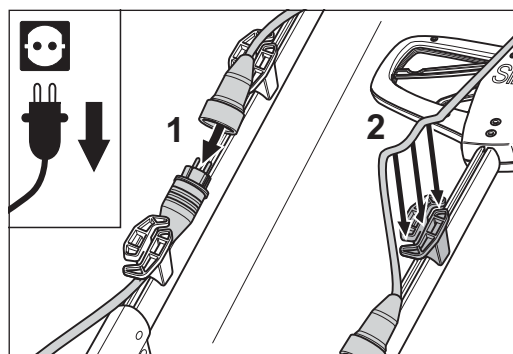

Abb. 10 Das Motorkabel mit dem Verlängerungskabel verbinden (1). Dann das Verlängerungskabel in den oberen Kabelhalter am Stiel der SINGLE einlegen (2).
- 1 Verbinden Sie die Kupplung mit dem Stecker des Motorkabels (Abb. 10, 1) und legen Sie das Verlängerungskabel in den oberen Kabelhalter am Stiel (Abb. 10, 2).